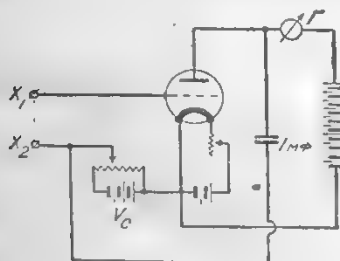
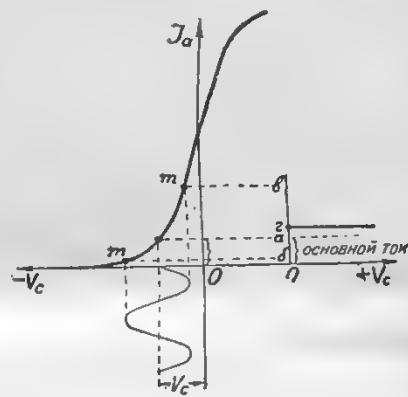

Рис. 1.
Рис. 3.
детектировать или выпрямлять колебания той или иной частоты. При этом лампа работает или как диод, т.е. двух-электродная лампа, или как триод, т.е. лампа трехэлектродная. Хорошо известно, что в последнем случае различаются два рода детектирования: анодное детектирование (детектирование на «анодной характеристике») и сеточное детектирование (детектирование на «характеристике тока сетки»). В обиходе эти схемы детектирования более известны, как детектирование со «сдвигающей» батареей в цепи сетки и как детектирование с утечкой сетки (грид-ликом). Эти схемы приведены на рис. 1 и 2.
Работа катодной лампы по первой схеме (рис. 1) хорошо уясняется, из рассмотрения «анодной характеристики» лампы (рис. 3). Предположим, что отрицательное напряжение  $V_c$  «сеточной» батареи подобрано таким образом, что работа лампы происходит на нижнем изогнутом участке анодной характеристики. Этот участок характеристики на-
ходится на характеристике между точками  $m$ ,  $n$ . При такой «установке» лампы при помощи отрицательного потенциала сеточной батареи, в анодной цепи устанавливается постоянный анодный ток, сила которого отмечена отрезком  $Oa$  (рис. 3). Если теперь «разорвать» цепь сетки в точках  $x$ ,  $x_2$  и включить между этими точками участок цепи переменного тока, падение напряжения на котором нас интересует (например, напряжение на зажимах громкоговорителя, включенного на вторичную обмотку выходного трансформатора), то величина анодного тока изменится и находящийся в анодной цепи измерительный прибор, гальванометр или миллиамперметр, укажет новое значение анодного тока. На рисунке (3) сделано графическое построение, из которого видно, что при отрицательной амплитуде прикладываемого переменного напряжения анодный ток уменьшается до величины  $Ob$ , а при положительной амплитуде анодный ток возрастает до значения  $Od$ . Таким образом, при чередовании положительных и отрицательных полупериодов переменного тока происходит увеличение анодного тока пропорционально величине его смещения, вследствие чего в анодной цепи уста-
Было указано, что в нерабочем состоянии вольтметра, когда к сетке лампы не приложено напряжение переменного тока, в анодной цепи протекает постоянный или, как его можно назвать, основной анодный ток. (Оа на рис. 3). При наложении переменного тока, получаемый в анодной цепи средний ток будет состоять из двух частей: основного тока (Оа) и некоторого приращения тока (а) последовавшего в результате приложения к сетке некоторого переменного напряжения. Для определения этого переменного напряжения, интерес представляет только это приращение